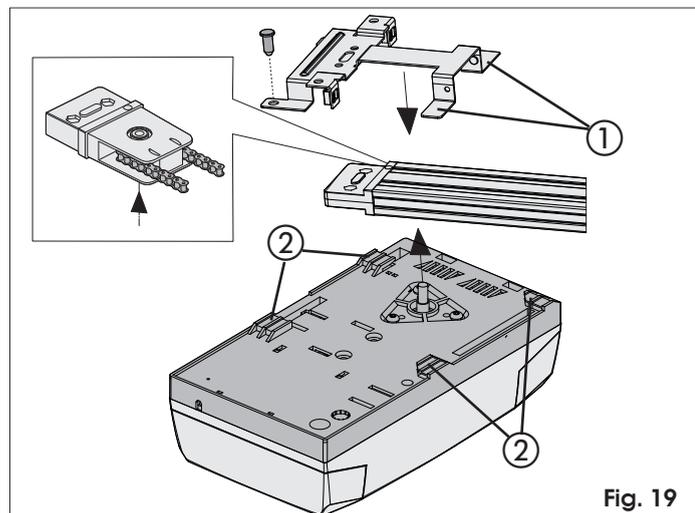
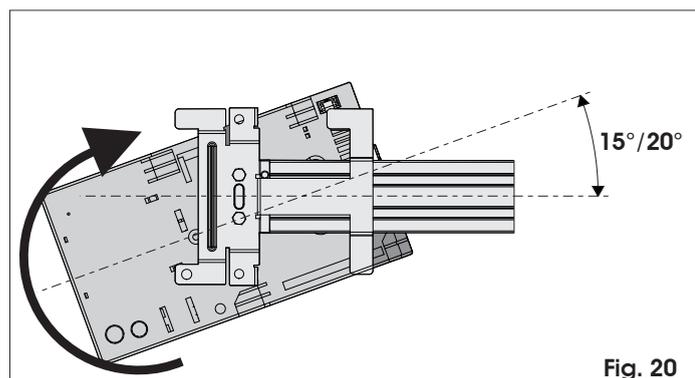
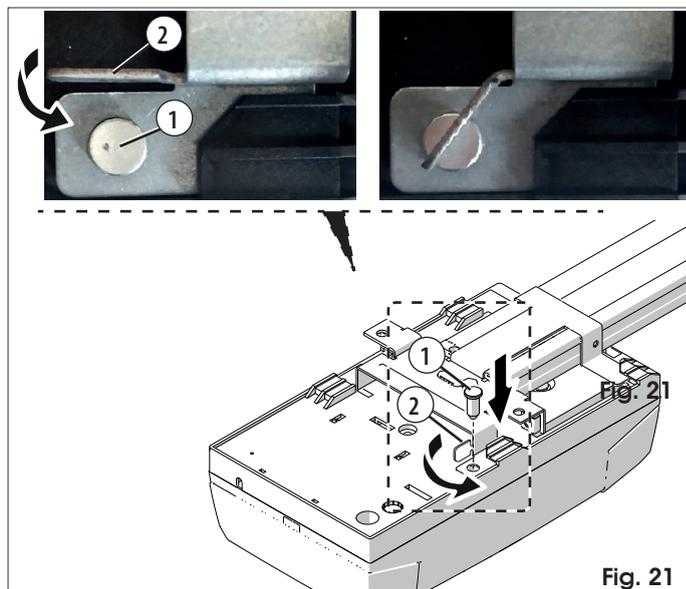

Fig. 19
Fig. 20
Fig. 21
- 1) En maintenant l'opérateur incliné de 15°/20° (Fig. 20), introduire l'arbre du motoréducteur dans l'embrayage de la patte d'attache postérieure du rail de guidage et approcher les ailettes (Fig. 19 ref. ①) des logements sur le fond de la base de l'opérateur (Fig. 19 ref. ②).
- 2) Tourner l'opérateur en sens horaire (Fig. 20) pour atteindre la position de la Fig. 21.
- 3) Introduire l'axe de sécurité (Fig.21 ref. ①). Plier la languette de fixation (ref. ②).